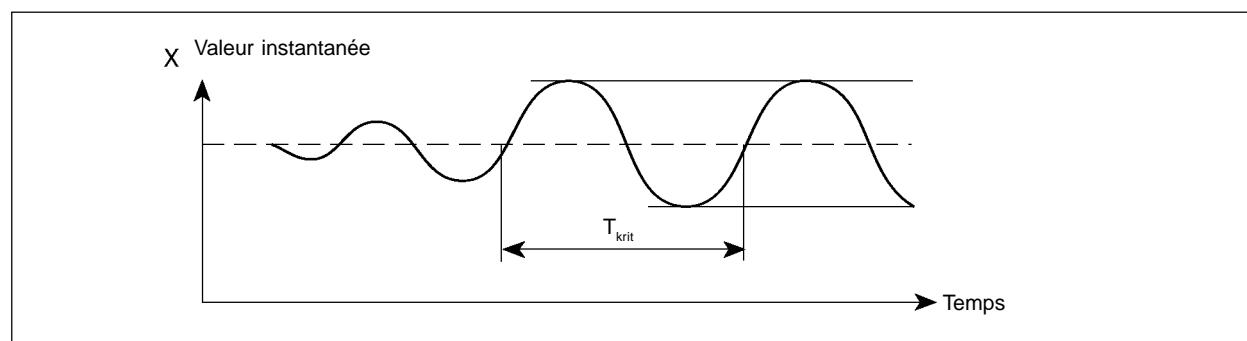

Fig. 8.7: Caractéristique de la variable réglée à la limite de stabilité
- Augmenter K_p jusqu'à ce que la variable réglée présente une oscillation continue non amortie (Fig. 8.7).